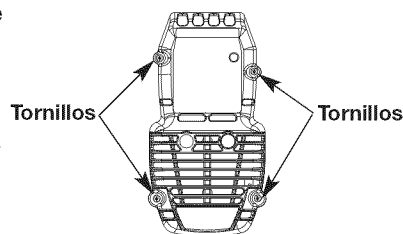

Fig. 12
- Saque los cuatro (4) tornillos que sostienen la cubierta del silenciador / filtro de aire (Fig. 12). Use un destornillador de vástago plano o de broca Torx N° T20.
6. Cambie el filtro de aire dentro de la tapa del filtro de aire / silenciador (Fig. 12).